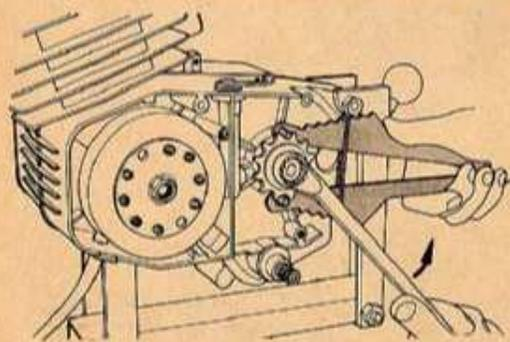
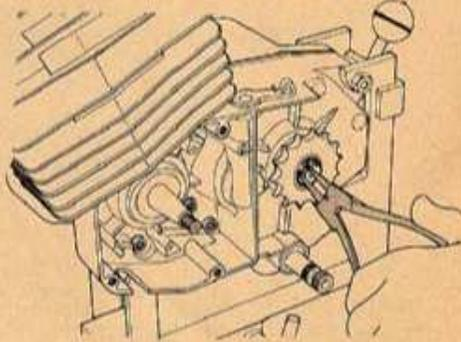

FIG. 12 Rimozione dado pignone catena
FIG. 13 Rimozione seeger pignone catena
7) USANDO la chiave a compasso (cod. 05.0338.0) ed una chiave da 17 mm togliere il dado che fissa il pignone catena (fig. 12). Nel caso di albero secondario con scanalatura rimuovere l'anello seeger usando una pinza per anelli (fig. 13).